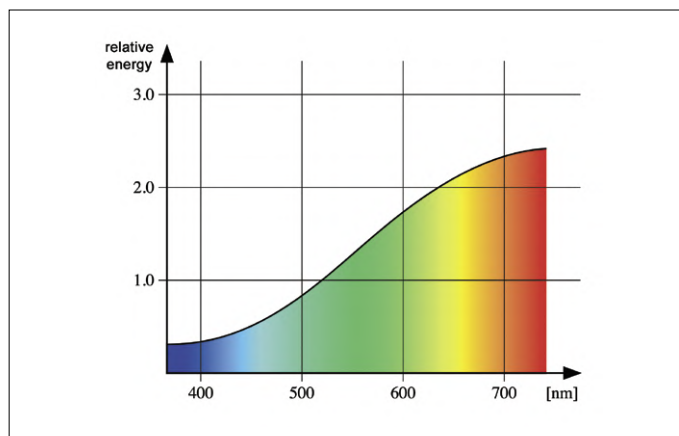

Figure 4. Spectre lumineux des lampes halogènes. Il n'y a pas beaucoup de bleu (photo : Jean-Jacques MILAN, GNU CCL 1.2, CCASA 3.0[5]).
Deux erreurs relevées après publication. Dans le schéma (fig. 4), les contacts ouvert et fermé au repos (NO) et (NC) de RE1 et RE3 ont été intervertis. Idem pour les étiquettes de K11. L'étiquette K11 est le contact marche-arrêt pour l'alimentation à découpage ou le transfo. La broche 1 devrait s'appeler 'N*' et la broche 2 'L'.
Les souhaits des amateurs de personnalisation automobile ont été rapidement reconnus par l'industrie. En réponse à la progression des luminaires au xénon sur les routes, on trouve de plus en plus de lampes halogènes promettant une lumière plus froide, obtenue par un corps en verre coloré en bleu (**fig. 4**). Non seulement cela n'aide pas beaucoup, mais cela réduit l'efficacité lumineuse. Le spectre lumineux des lampes halogènes est chaud. Or, le filtre bleu, s'il atténue bel et bien la lumière rouge de longueur d'onde plus longue, n'en offre pas pour autant une lumière bleue plus intense. Si le résultat est bien une lumière un peu plus bleue, son intensité est en fait plus faible. Cette évidence devrait suffire à vous guérir de l'envie de vous laisser tenter par cette offre fallacieuse. Et puisque nous parlons d'intensité : il existe des versions à 100 W de lampes halogènes courantes, ce qui est bien au-dessus des 55 à 65 W autorisés. C'est donc illégal et risqué. Les coques en plastique des phares ne sont pas conçues pour une telle puissance et risquent d'être endommagées par le supplément de chaleur mal dissipée.